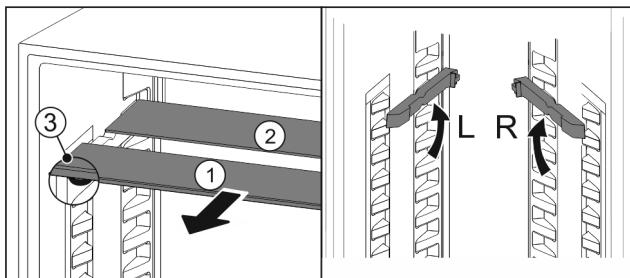

Fig. 25
- Vytiahnite sklené dosky jednotlivo dopredu Fig. 25 (1).
- Sklená doska Fig. 25 (1) s ozdobnou lištou leží vpred.
- Zarážky Fig. 25 (3) ukazujú nadol.